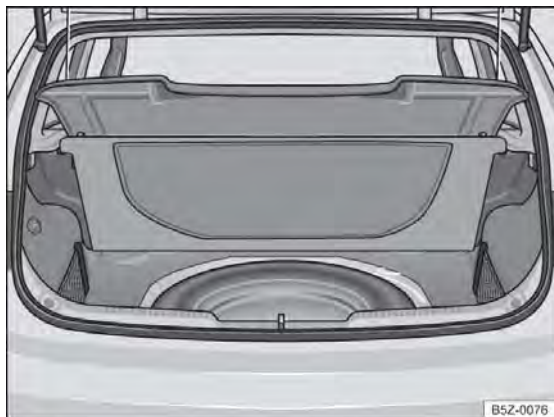

Fig. 160 No compartimento de bagagem embaixo do revestimento do assoalho: roda de emergência e ferramentas de bordo.
As ferramentas de bordo e a roda de emergência estão localizadas no compartimento de bagagem, sob o revestimento do assoalho → Fig. 160.
- Levantar o revestimento do compartimento de bagagem → Fig. 160.